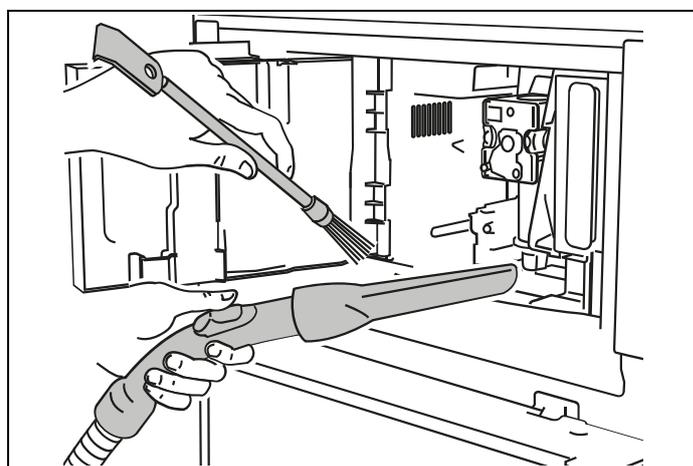

Fig. 45
- Si nécessaire, retirez les dépôts de café à l'aide de la brosse (**C5**) fournie et d'une éponge. Retirez tous les résidus avec un aspirateur (Fig. 45).